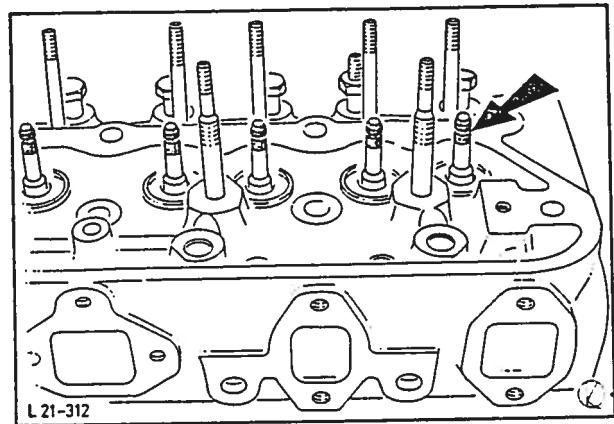
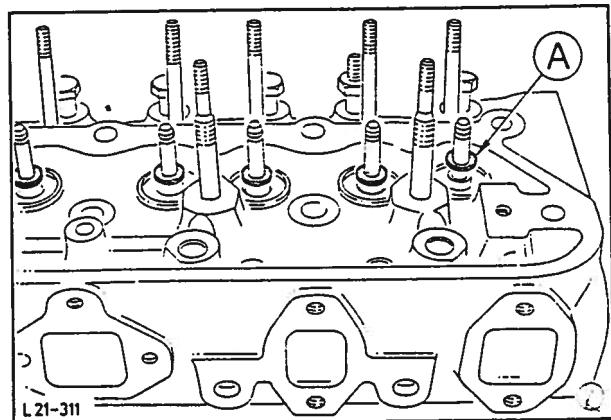

Fig. 134 Monter limbånd på ventillåsenes spor.
Fig. 135 Monter oljekasterringen.
5. Påfør olje på ventilene og sett dem inn i topplokket. Monter limbånd over ventillåsenes spor, fig. 134. Monter tetningsringen på ventilstammen opp til stopperen, fig. 135 og ta vekk limbåndet. Monter ventilfjærerne og tallerknene. Bruk ventilfjærklemmen og monter ventillåsene. Kontroller at ventillåsene ligger riktig an.